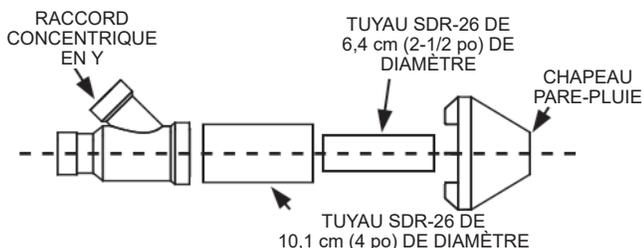

Figure 29. Dimensions de l'extrémité concentrique pour évacuation de 2 po
- A. Coller le raccord concentrique en Y sur le tuyau de grand diamètre du nécessaire, voir **Figure 29** (page 35).
- B. Coller le chapeau pare-pluie sur le tuyau de petit diamètre du nécessaire. Voir **Figure 29** (page 35).